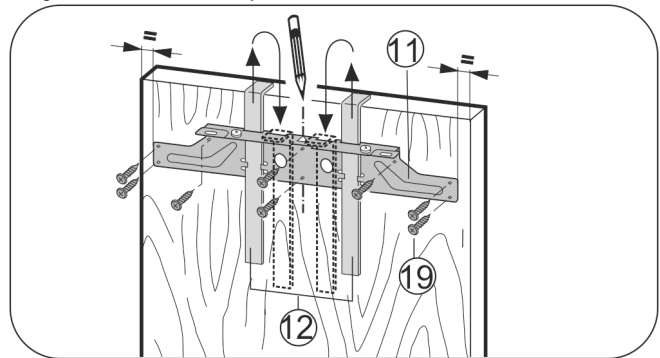

Fig. 18
- ▶ Upevňovaciu traverzu Fig. 18 (11) zaveste pomocou montážnych pomôcok Fig. 18 (12) na vnútornú stranu nábytkových dverí.
- ▶ Vyrovnajte upevňovaciu traverzu Fig. 18 (11) v strede na dverách.
- ▶ Upevňovaciu traverzu Fig. 18 (11) priskrutkujte minimálne 6 skrutkami Fig. 18 (19).
- ▶ Upevňovaciu traverzu Fig. 18 (11) priskrutkujte na okraji minimálne 4 skrutkami Fig. 18 (19).
- ▶ Montážne pomôcky Fig. 18 (12) vytiahnite smerom nahor a zasunúte ich otočené do vedľa ležiacich upevňovacích otvorov.